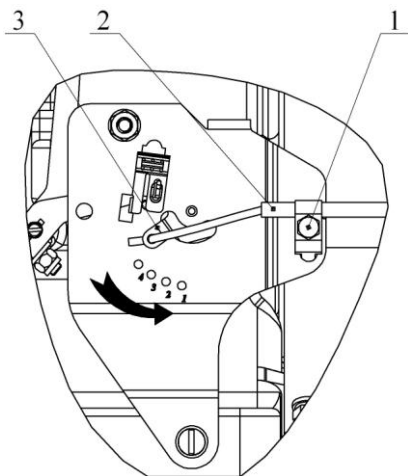

Рисунок 8 – Дистанционное управление.
11.1 Установите рычаг управления двигателем 4 в положение «СТОП» (рисунок 8).